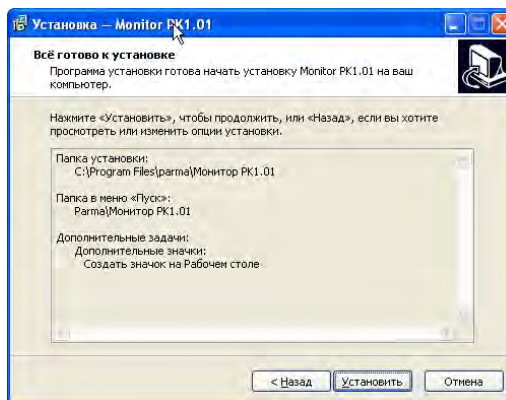

Рисунок 16
6.4.6 Далее, перед началом непосредственно инсталляции есть возможность посмотреть и/или изменить опции установки (см. рисунок 16)